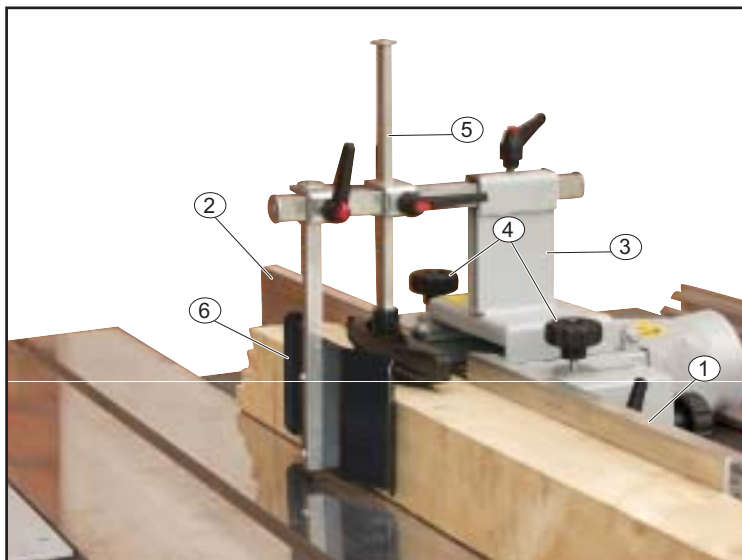

Fig. 4.15
4.3.5 - PROTEZIONE TOUPIE PER LAVORAZIONE ALLA GUIDA (PROFILATURA) FIG. 4.15